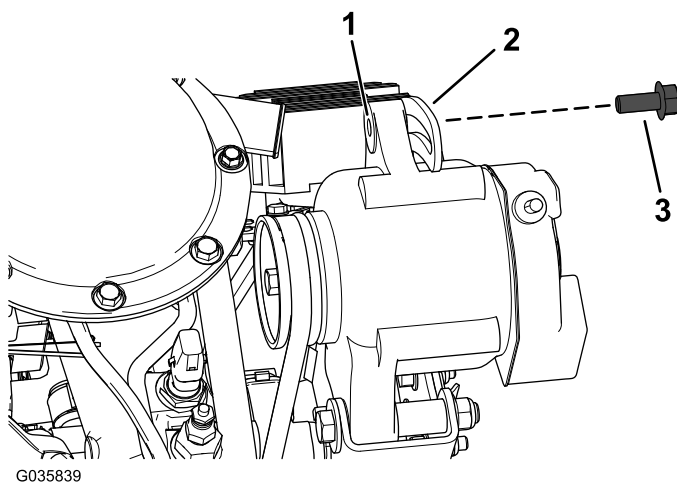

Figura 13
5. Instale, sem apertar, o parafuso flangeado de cabeça sextavada (M8 x 20 mm) através da ranhura no suporte do alternador e do orifício no alternador (Figura 13).